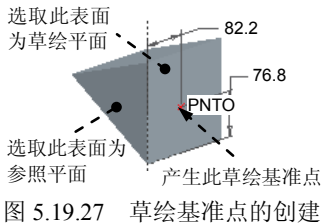

图 5.19.27 草绘基准点的创建
如图 5.19.27 所示，现需要在模型的表面上创建一个草绘基准点 PNT0，操作步骤如下。
Step3. 选取图 5.19.27 所示的两平面为草绘平面和参照平面，单击 **草绘** 按钮。